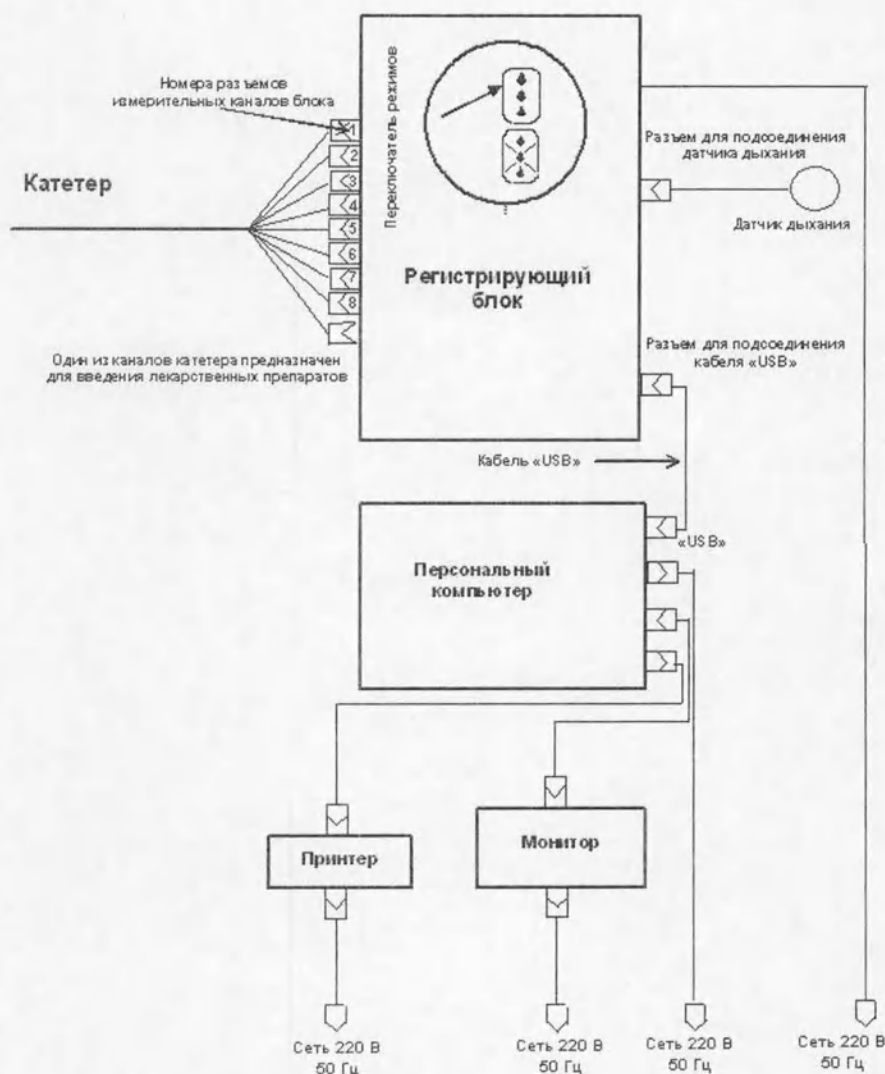

Рисунок 4 – Структурная схема прибора
3.1.2 Собрать схему прибора (рисунок 4).